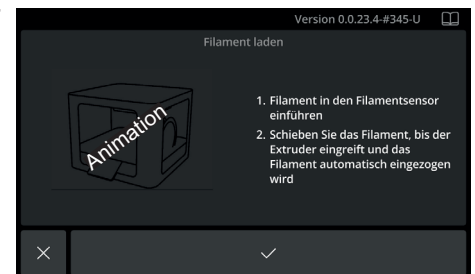

Abb. 8
- ⇒ Im Homescreen auf die Filament-Schaltfläche tippen (Abb. 8).